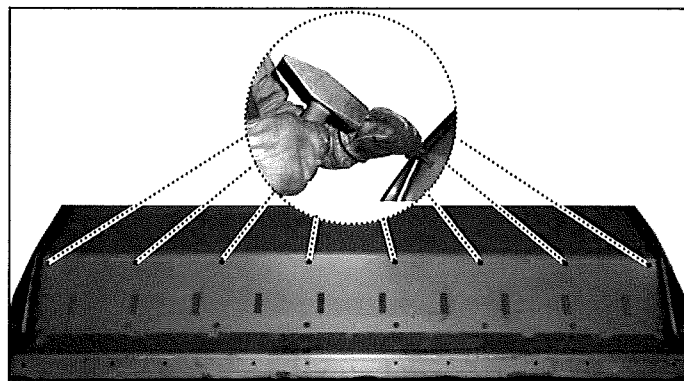

fig.38
- Skaffa en lämplig verktygsutrustning: hammare och stans/syl. (Se fig.38)
- Perforera rundningarna avgränsade med streck (Se fig.38)